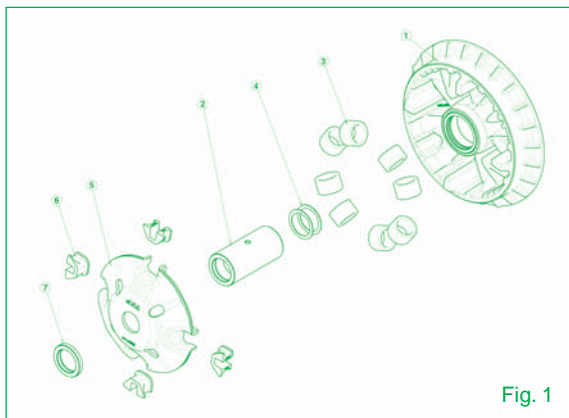

Fig. 1
- 14) Introducir el separador suministrado (part. 7 de Fig. 1), luego posicionar el separador original de aluminio, la arandela de seguridad y la tuerca de la polea primaria.